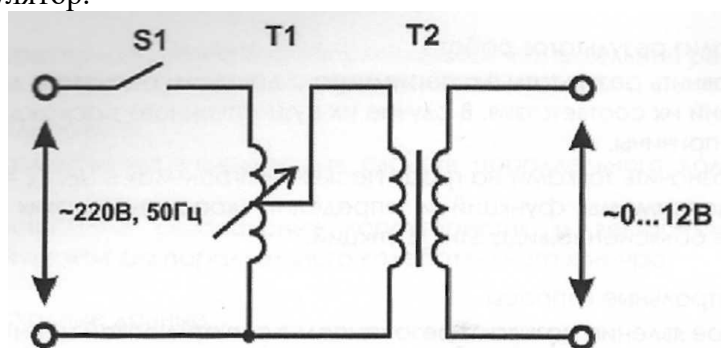

Рис. 7.5.
**Примечание.** В качестве источника изменяемого переменного напряжения для гальванической развязки от сети 220В необходимо использовать включение ЛАТРа через однофазный трансформатор стенда (Рис. 7.5). Возможен также вариант - в качестве источника переменного напряжения использовать блок «ФУНКЦИОНАЛЬНЫЙ ГЕНЕРАТОР» (синус 50Гц...200Гц). Блок «ИЗМЕРИТЕЛЬ МОЩНОСТИ» стенда показывает значение косинуса угла непосредственно, если необходимо перевести его в значение угла, то используйте инженерный калькулятор.